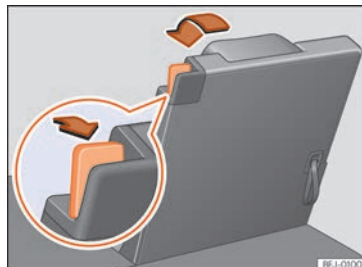

Fig. 122 Terceira fila de bancos: colocar o banco em posição de piso de carga.
- Puxe o manípulo de desbloqueio » » » **Fig. 122** totalmente para trás para desbloquear o encosto do banco.
- Puxe o laço situado no encosto do banco » » » **Fig. 122** para levantar o encosto. **OU:** levante o encosto do banco com a mão a partir do habitáculo.
- A marca vermelha do manípulo de desbloqueio » » » **Fig. 122** deverá deixar de se ver.
- Uma marca vermelha no manípulo de desbloqueio »» Fig. 122 indica que o encosto não está encaixado. Se o encosto estiver bem encaixado, a marca não se vê.
① CUIDADO